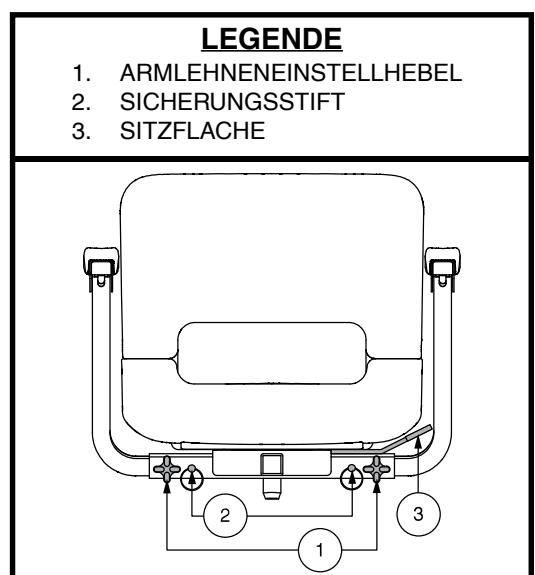

Abb. 19. Sitzeinstellungen – Stil A
1. Lösen Sie die Armlehneinstellhebel. Siehe Abb. 19.
1. Ein Verriegeln des Sitzes in einer von vier Positionen ist mit dem Sitzarretierungshebel möglich. Siehe Abb. 19 oder 20.